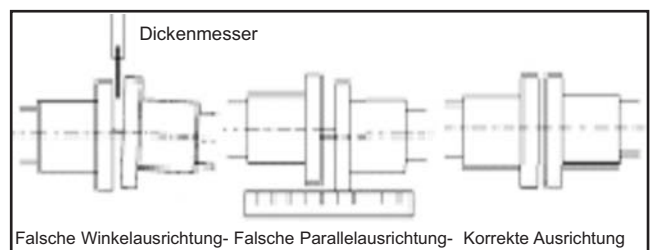

Abb. 7- Ausrichtung des kupplung
1. Die Winkel- und Parallelausrichtung der Kupplung MUSS nach den Herstellerangaben erfolgen; siehe Abb. 7.